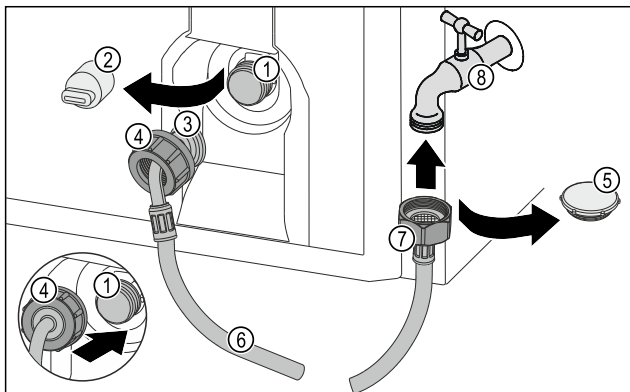

Fig. 13 Immagine a titolo di esempio
- Rimuovere la copertura Fig. 13 (2).
- Far scorrere il dado Fig. 13 (4) sull'estremità del flessibile inclinata Fig. 13 (3) fino in fondo e mantenerlo in posizione.
- Posizionare con cautela il dado Fig. 13 (4) sull'elettrovalvola Fig. 13 (1) e mantenerlo in posizione.
- Avvitare il dado Fig. 13 (4) manualmente proprio sulla filettatura, fino a quando non si raggiunge un posizionamento fisso e sicuro.
- Rimuovere il coperchio di chiusura Fig. 13 (5).
- Posizionare l'estremità del flessibile dritta Fig. 13 (7) sul rubinetto dell'acqua Fig. 13 (8).
- Stringere in senso orario sull'estremità del flessibile dritta Fig. 13 (7) in senso orario.